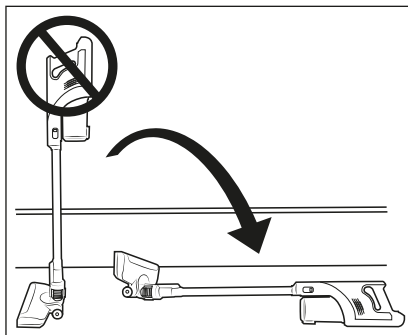

Fig. 9
- ▶ Stil ikke støvsugeren oprejst, hvis du ind imellem slukker den eller vil stille den fra dig. Sæt støvsugeren i vægholderen **17**, eller læg den på gulvet (se fig. 9 og 10).